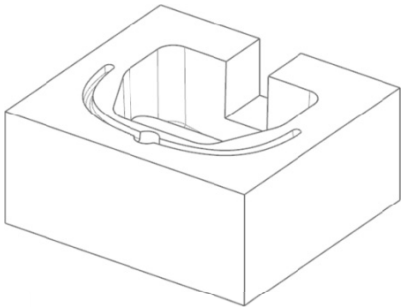

图 16-45 创建主流道
(8) 单击“确定”按钮，创建主流道，如图 16-45 所示。